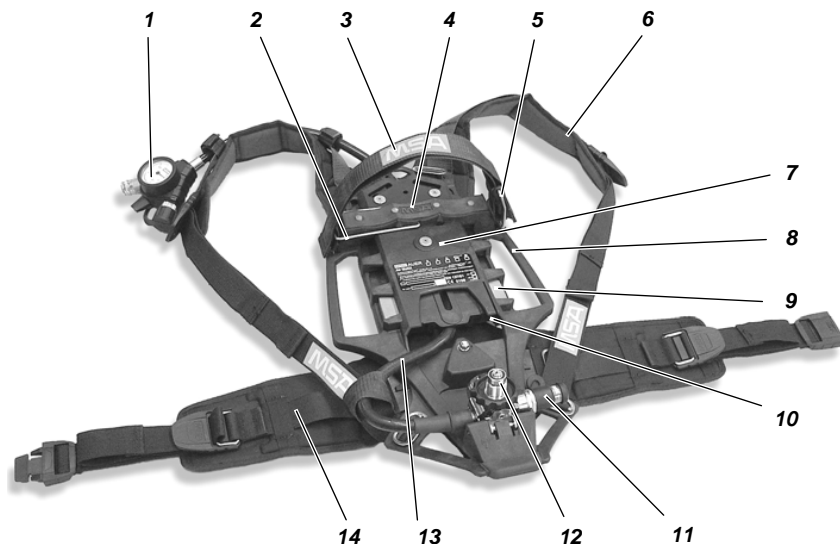
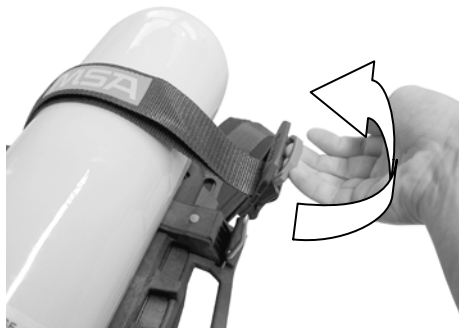

Fig. 1 Autorespiratore ad aria compressa AirMaxx SL
Fig. 8 Rimozione delle bombole di aria compressa
- (1) Posizionare l'autorespiratore orizzontalmente in modo che il lato posteriore sia rivolto verso l'alto (vedi Fig. 1).
- (2) Posizionare il distanziale bombola (2) orizzontalmente, bloccandolo sul lato opposto a quello della fibbia di tensione (5).
- (3) Controllare le condizioni della guarnizione sul riduttore di pressione (12).
- (4) Aprire la fibbia di tensione sulla cinghia della bombola, allentarla tirando il distanziale e quindi allungarla (vedi Fig. 8).
- (5) Far scorrere la bombola attraverso la cinghia (3) con la valvola della bombola verso il riduttore di pressione facendola appoggiare sul supporto centrale (4).
- (6) Avvitare la valvola della bombola sul riduttore di pressione posizionando, se necessario, l'autorespiratore in posizione verticale con la valvola in alto.
- (7) Stringere la cinghia della bombola tirando l'estremità libera.
- (8) Controllare che la bombola sia ben fissata, se necessario stringerla ulteriormente.
- (9) Premere la fibbia di tensione verso il basso fino al suo bloccaggio.
- (10) Fissare l'estremità della cinghia di ritegno della bombola sulla fascetta di Velcro.
- (11) Aprire brevemente la valvola della bombola e verificare la presenza di perdite, se necessario stringerla ulteriormente.
- (1) Porre l'autorespiratore in posizione orizzontale con il lato posteriore rivolto verso l'alto (vedi Fig. 1).
- (2) Portare il distanziale (2) in posizione verticale fino al suo bloccaggio.
- (3) Se al riduttore di pressione (12) non è collegato alcun raccordo a T, controllare le guarnizioni sul riduttore di pressione e sul raccordo a T e avvitare quest'ultimo senza stringerlo.
- (4) Aprire la fibbia di tensione sulla cinghia di ritegno della bombola, allentarla tirando il distanziale e quindi allungarla (vedi Fig. 8).
- (5) Far scorrere una bombola attraverso la cinghia di ritegno in modo che la valvola sia rivolta verso il raccordo a T e poggi su uno dei supporti esterni.
- (6) Avvitare leggermente la valvola della bombola sul raccordo a T.
- (7) Far scorrere la seconda bombola attraverso la cinghia di ritegno in modo che la valvola sia rivolta verso il raccordo a T e poggi sull'altro supporto esterno.
- (8) Avvitare leggermente la seconda valvola della bombola sul raccordo a T.